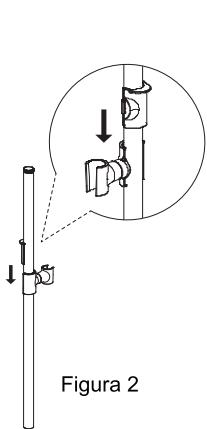

Figura 2
- a) Haga clic en la parte delantera de la corredera en un lado de la barandilla. Haga clic en la parte trasera de la corredera por encima de la parte delantera en otro lado del raíl elevador. Deslice la parte trasera en la parte delantera para asegurarla (Figura 2).
- a) Fare clic sulla parte anteriore del cursore su un lato della guida di raccordo. Fare clic sulla parte posteriore del cursore sopra la parte anteriore su un altro lato della guida di raccordo. Far scorrere la parte posteriore nella parte anteriore per fissarla (Figura 2).